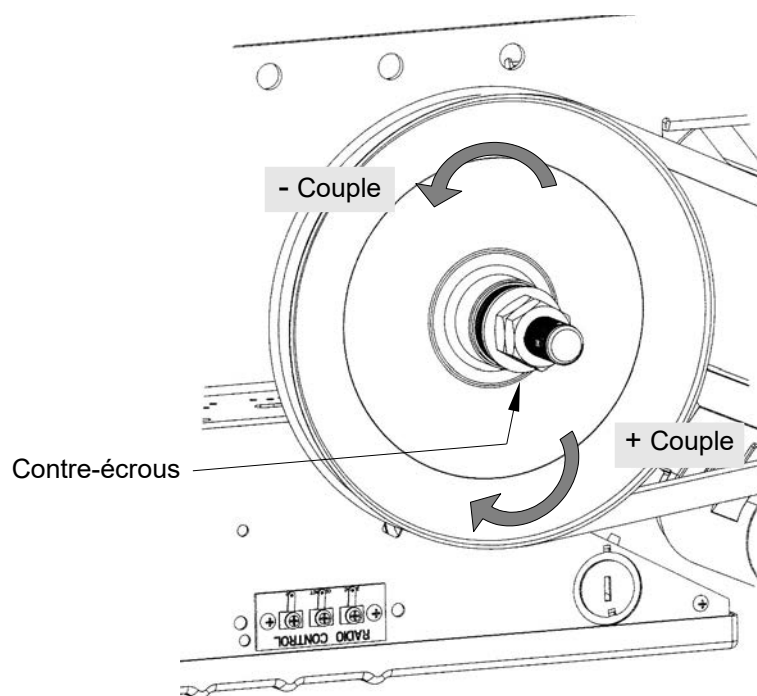

Figure 30 - Ajustement du limiteur de couple
1. Dé-serrer les contre-écrous avec deux (2) clés de 7/8", voir Figure 30.